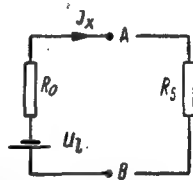

Bild 29
4. Jetzt hat man die Werte für die Ersatzspannungsquelle bestimmt und kann den gesuchten Strom  $I_x$  berechnen (Bild 29).